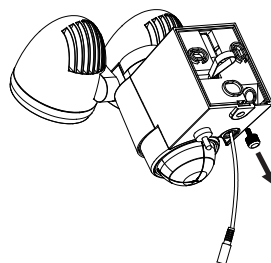

Bild 1
- Lossa de båda skruvarna (Bild 1) i väggfästet
OBS: När man byter batteri måste omkopplaren på lampenheten stå på OFF och solcellsmodulens kontakt tas bort från huvudenheten. För det första, för att byta batteri öppnar man huvudenhetens hölje enligt vad som beskrivs i avsnittet "Huvudenhet" i bild 1 och 2. Ta bort batteriet från hållaren och byt ut det mot ett nytt. Om möjligt laddar man upp batteriet innan med en vanlig batteriladdare för 1,2 V AA Ni-MH batterier. Om uppladdning med en batteriladdare inte är möjlig, skall man följa avsnittet "FÖRSTA UPPLADDNINGEN AV SOLCELLSLAMPAN". Sätt ihop apparaten i omvänd ordningsföljd.